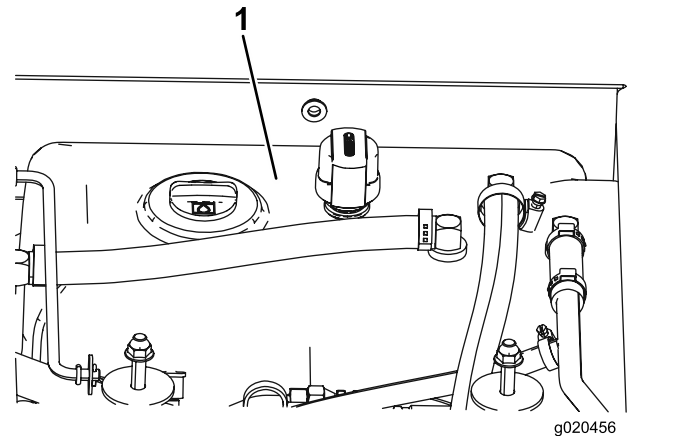

Bild 98
3. Füllen Sie den Hydraulikbehälter (Bild 98) mit Hydrauliköl, siehe Prüfen des Hydrauliköls \(Seite 30\).